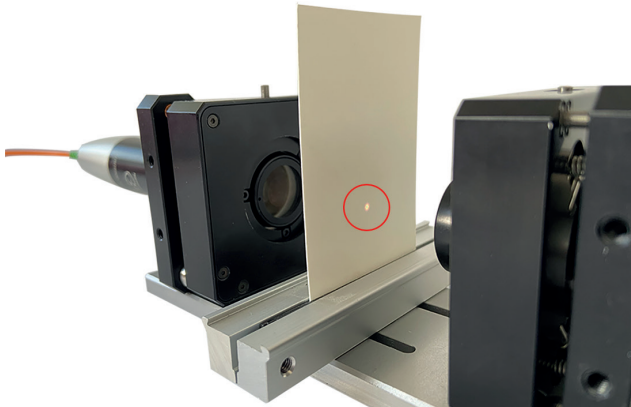

Abb. 7 Messflecken überlagern sich
- ➡ Justieren Sie die Ausrichtung der Sensoren über die Stellschrauben für horizontale und vertikale Verschiebung, sodass sich die Messflecken möglichst vollständig überlagern, siehe Abb. 7.